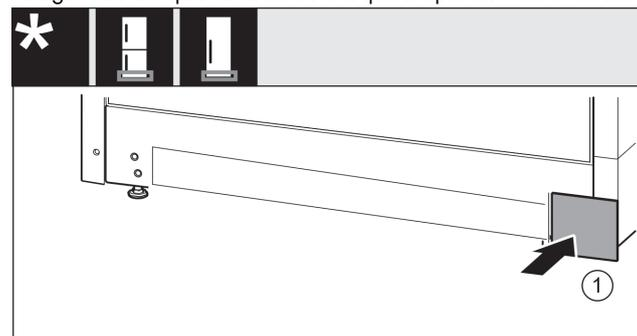

Fig. 17
- ▶ Vuelva a colocar la cubierta Fig. 17 (1) en el otro lado.